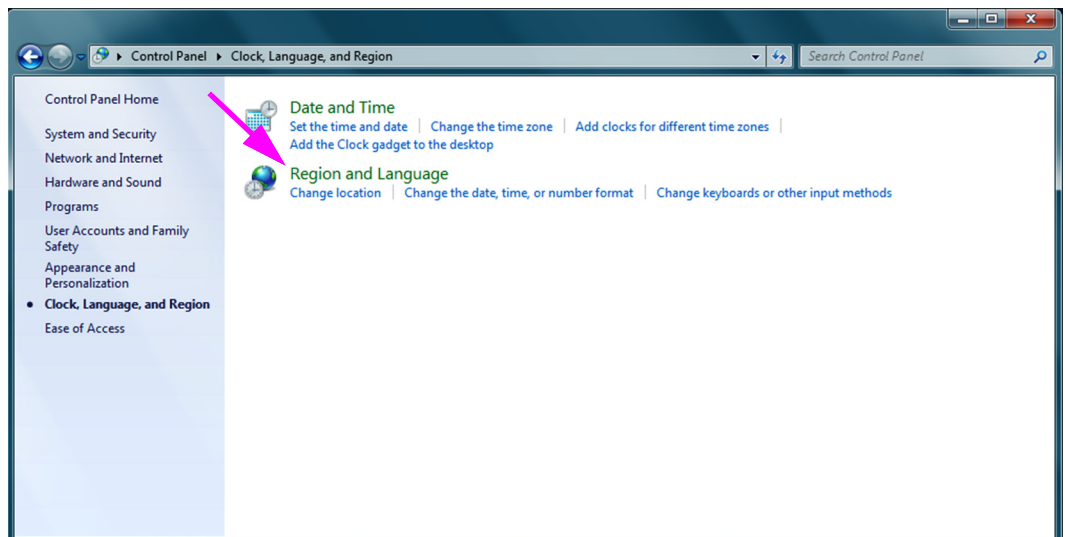

Figura C-2. Ventana Clock, Language, and Region (Reloj, idioma y región)
4. Aparece la ventana de Clock, Language and Region (Reloj, idioma y región) (consulte la Figura C-2). Haga clic en **Region and Language** (Configuración regional y de idioma).